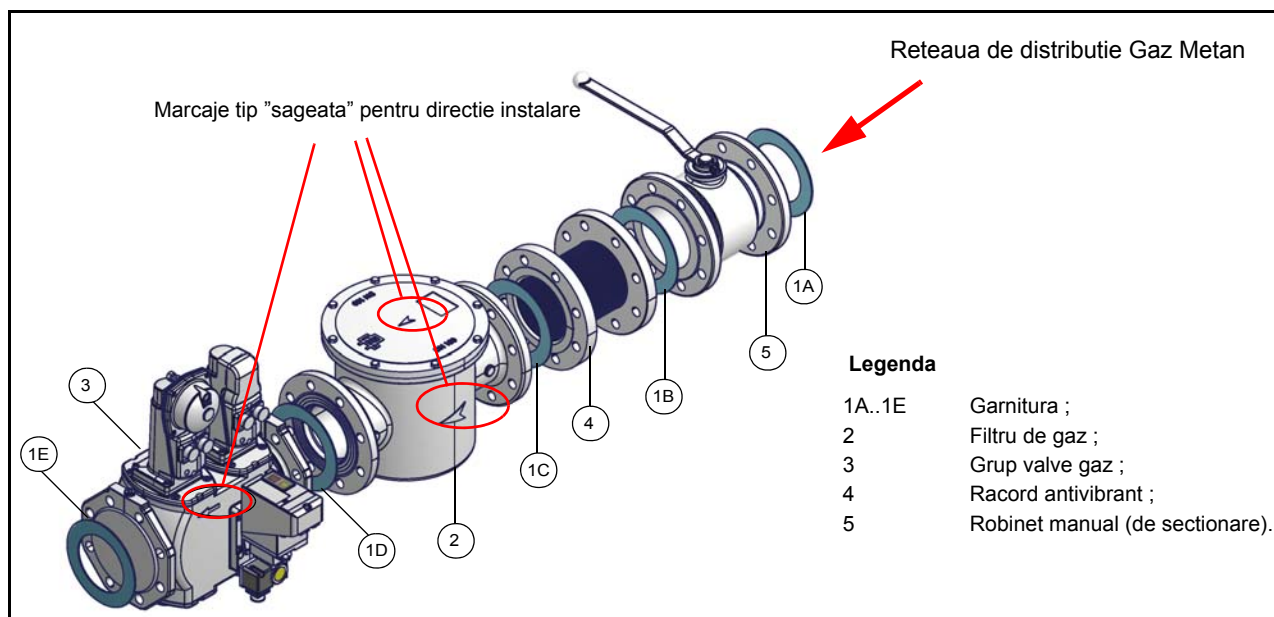

Fig. 6 - Exemplu de rampa de gaz
- 1-b) pentru cazul de Racordari cu Flansa : introduceti o garnitura (no. 1A..1E - Fig. 6) intre componente ;
**ATENTIE** : Imediat ce instalatia de gaz este finalizata conform schemei din Fig. 6, se face testul de control al etanseitatii, conform procedurilor din reglementarile legale in vigoare .